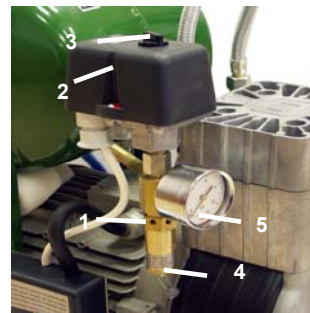
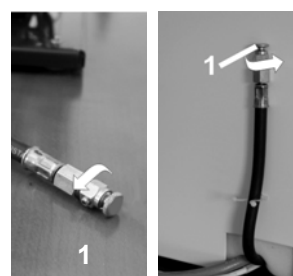

Fig.10
Fig.11
(Fig.10)
Compresseurs sans sécheur d'air (Fig.11, Fig.12)
(Fig. 10)
Au cas où le compresseur ne sera pas utilisé pendant une période plus longue, il est recommandé de vidanger le liquide condensé du réservoir de pression et mettre le compresseur en fonctionnement pour une durée d'environ 10 minutes avec la vanne de purge (1) ouverte – (Fig.11, Fig.12) Ensuite arrêter le compresseur par le rupteur (3) sur l'interrupteur de pression (Fig.10), fermer la soupape de vidange du condensé et débrancher l'installation du réseau.
- Laisser sortir l'air comprimé du réservoir en ouvrant la soupape de vidange du condensé (1) (Fig.11, Fig.12).